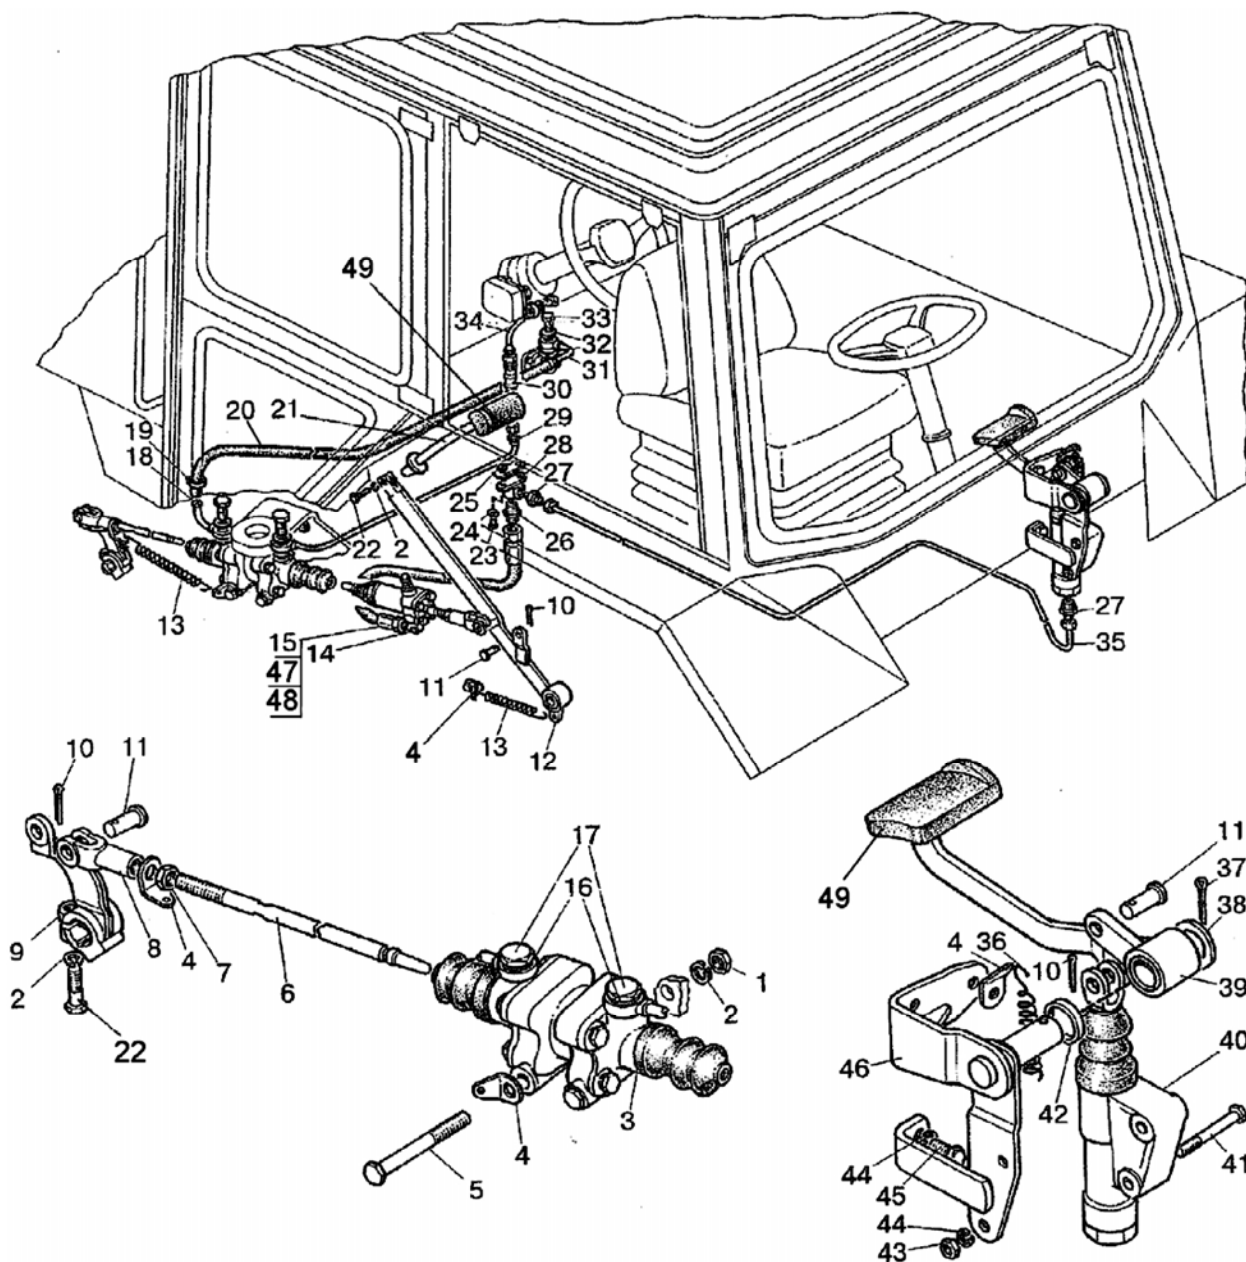

Рисунок 8.1
- 1) отсоедините трубопровод 35, рукав гибкий 15 (рисунок 8.1), отвернув накладки гайки;